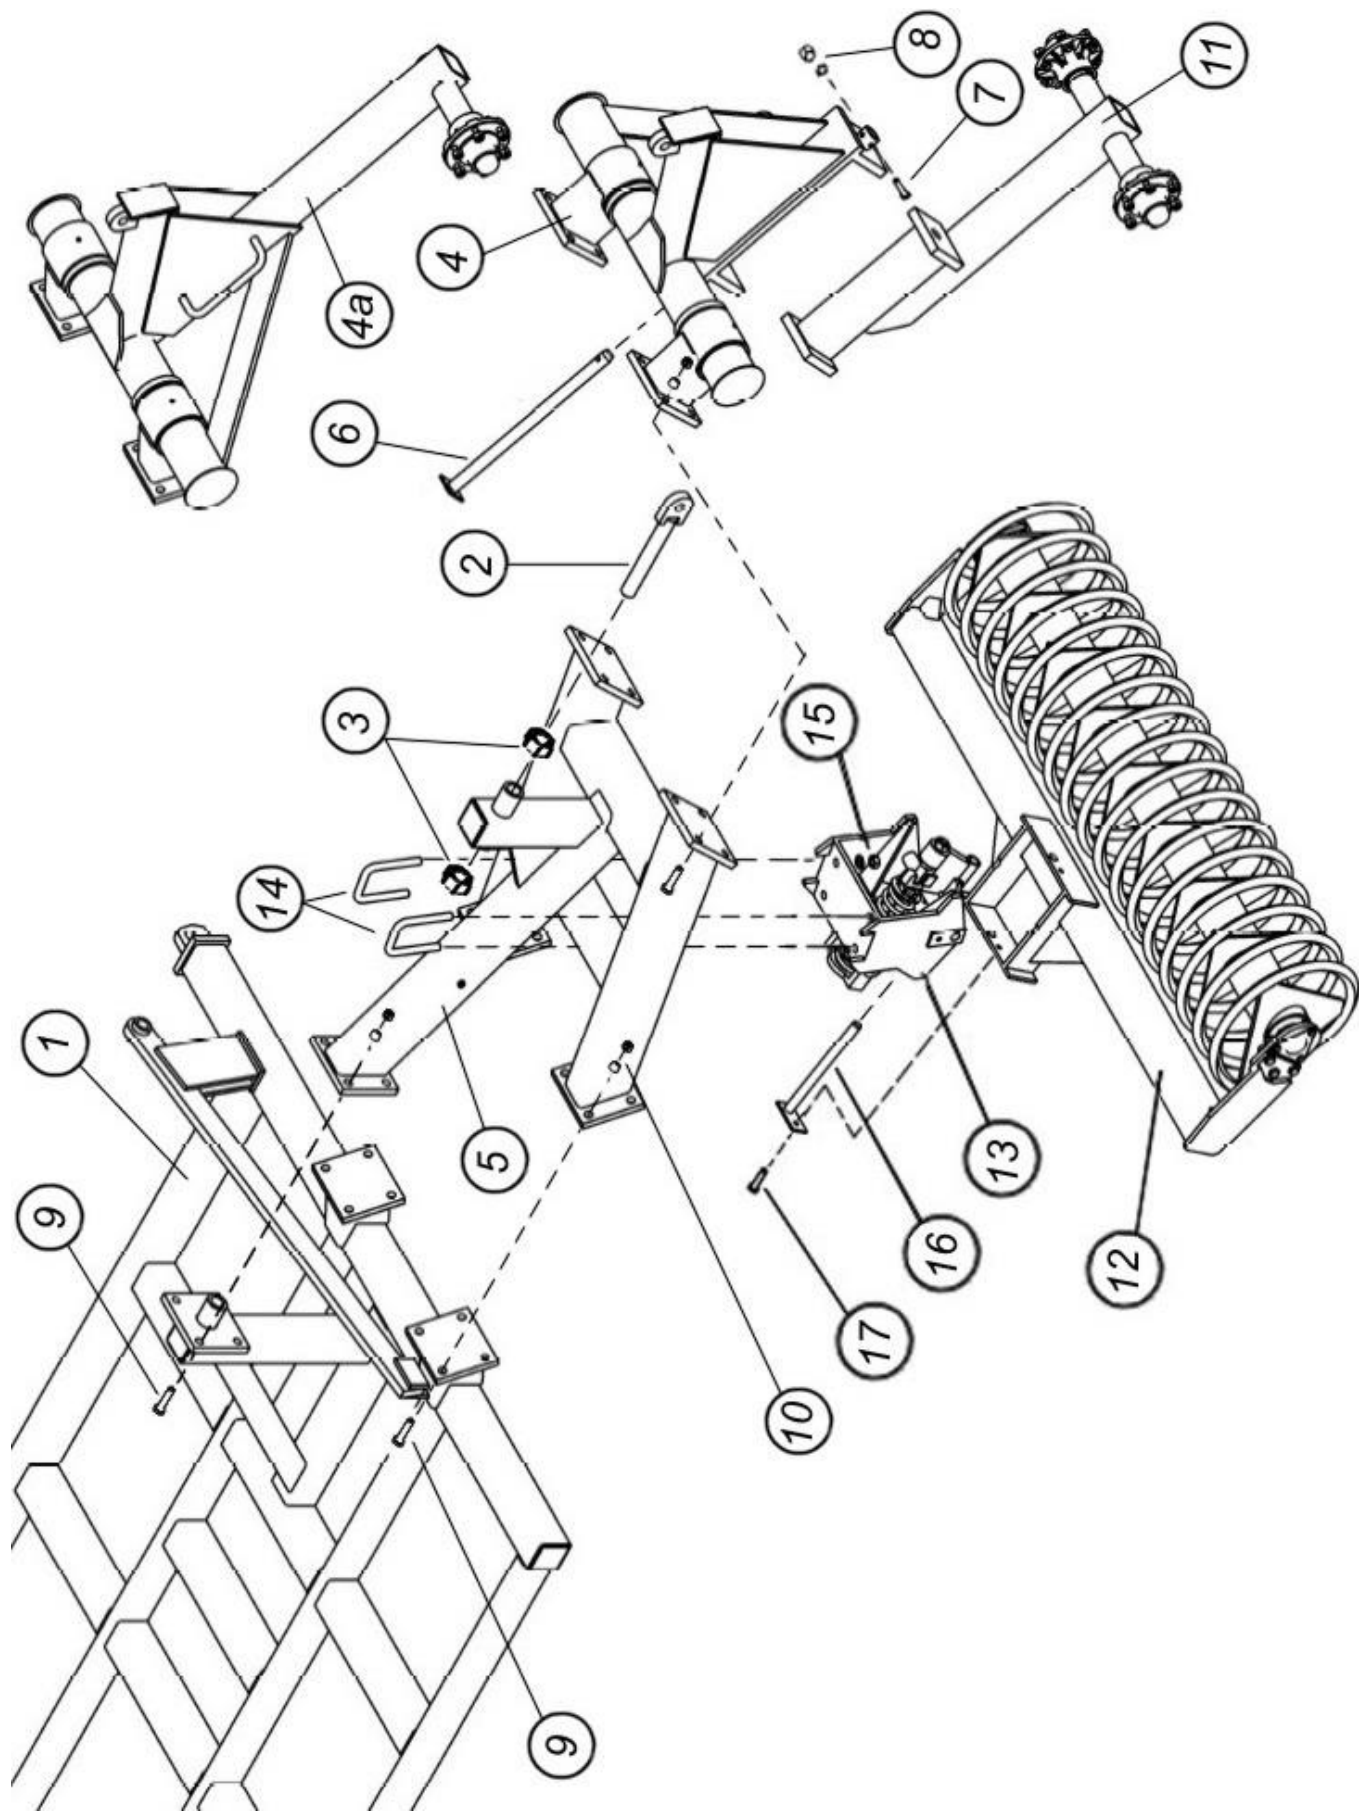

Рис. 7.1.2.1. Боковая рама, вставки с узлом качающегося вала для ПК с катками
7.1.2.2. Боковая рама, вставки с узлом качающегося вала для ПК-12,2К (рис. 7.1.2.2).